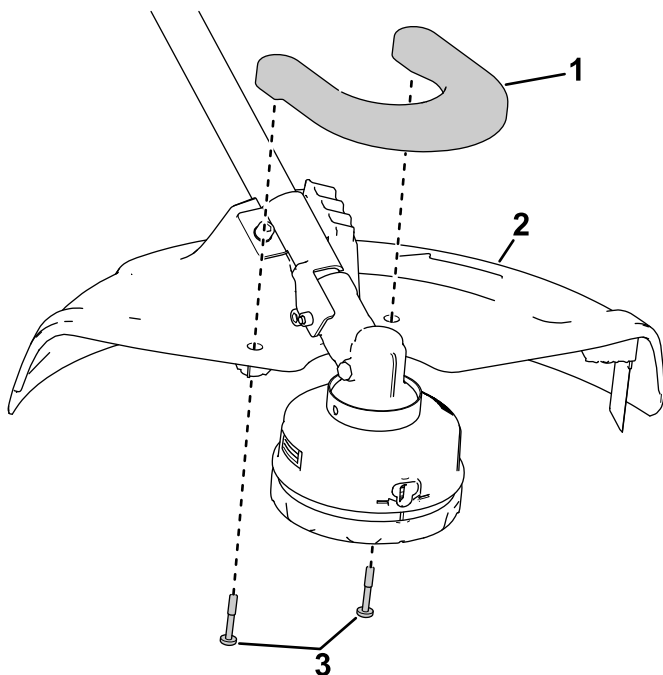

Figura 5
3. Montate la protezione anteriore alla protezione posteriore utilizzando le 2 viti a testa tonda (Figura 5).